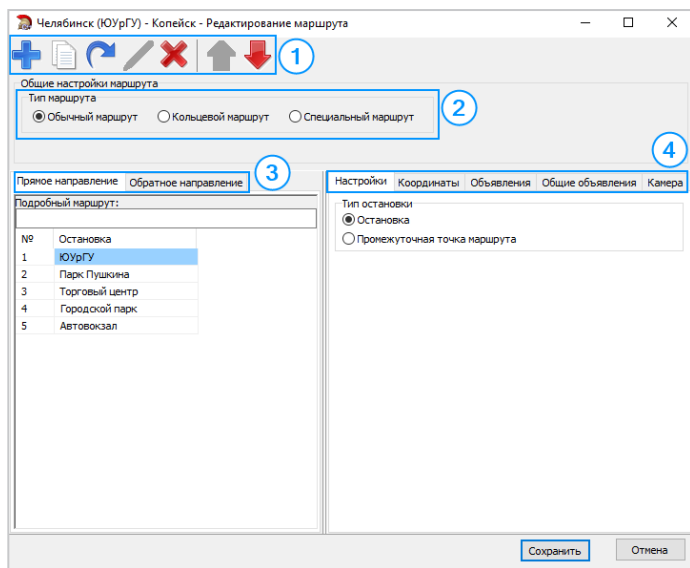

Рис.87. Редактор маршрута.
4. Для редактирования точек маршрута следует выделить нужный маршрут в списке и выбрать команду *Главное меню/Редактировать* или нажать кнопку «Редактировать выделенный маршрут» на панели инструментов в «AGRouteEditor». Откроется меню «Редактирование маршрута» (Рис.87).
5. В меню «Редактирование маршрута» добавить новую остановку можно, нажав кнопку «Добавить остановку» на панели инструментов (Рис.87, п.1). Остановка может быть создана из копии существующей. Для этого следует выделить нужную остановку и нажать кнопку «Копировать остановку». Все настройки выбранной остановки будут скопированы в новую. Данная функция удобна, когда необходимо добавить в список несколько остановок с аналогичными свойствами. Для удаления остановки следует выделить остановку и нажать кнопку «Удалить остановку» на панели инструментов. Кнопки «Вверх» и «Вниз» позволяют изменить порядок прохождения остановок.
6. **Тип маршрута:** обычный или кольцевой (Рис.87, п.2). Отличие обычного маршрута от кольцевого в том, что для кольцевого маршрута последняя остановка не дублируется.
7. **Направление маршрута:** прямое направление или обратное направление (Рис.87, п.3). В маршрут достаточно добавить остановки одного направления, обратный маршрут может быть создан из уже созданного при помощи кнопок «Копировать прямое направление в обратное» и «Копировать обратное направление в прямое». При создании обратного маршрута порядок остановок меняется на обратный. Также оба направления могут быть созданы вручную.
8. После добавления остановки следует настроить ее свойства. Настройки остановок расположены на отдельных вкладках (Рис.87, п.4).